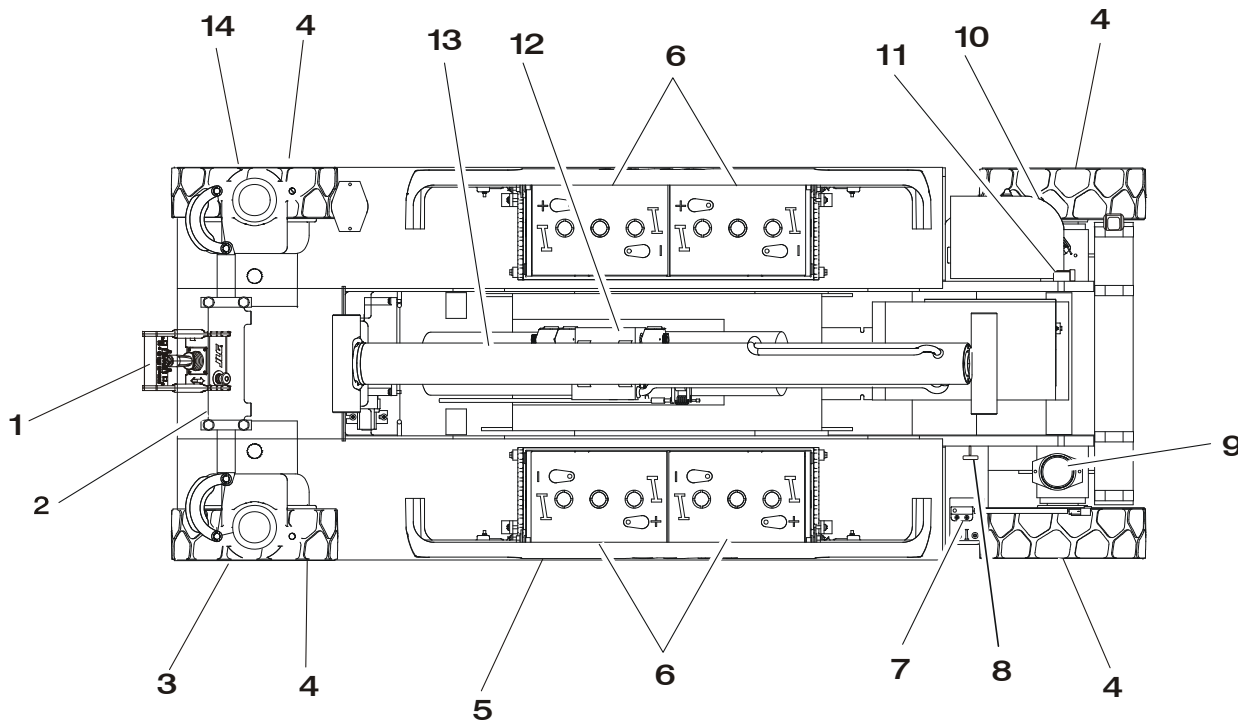

Abbildung 2-1. Tägliche Sichtkontrolle - Blatt 1 von 3
5. **Sichtkontrolle** – Siehe Abbildung 2-1.